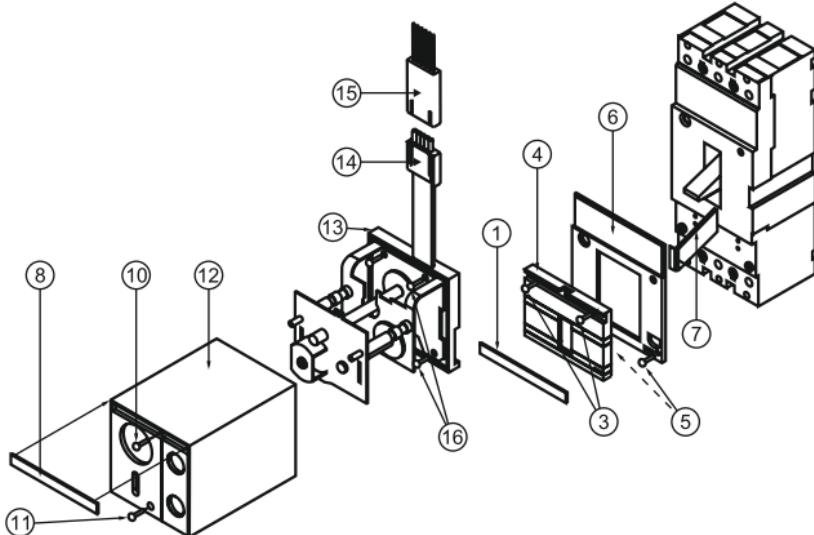

Рисунок 3
4.6.1 Подготовка выключателя (смотри рисунок 3):